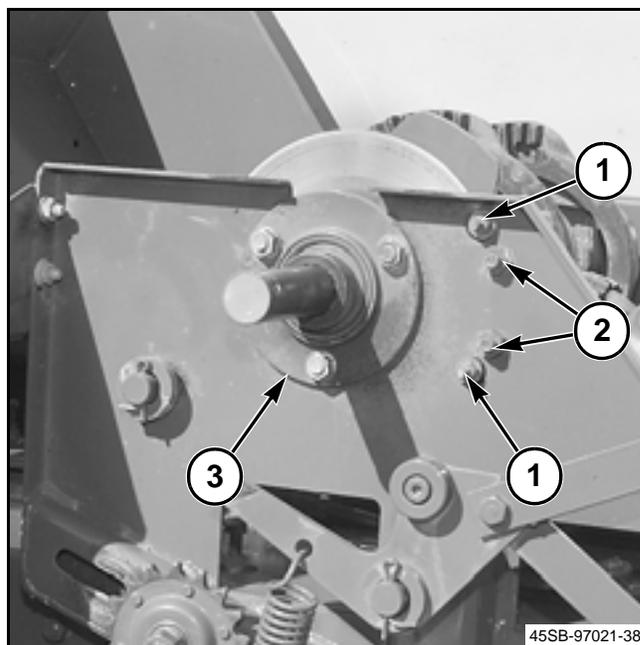

FIG. 51
FIG. 51: Quite las tuercas de traba de los pernos de tensión (1) del freno del anudador. Quite las arandelas planas, resortes y pernos del conjunto de freno del anudador. Quite la tuerca exterior de los pernos de montaje (2) que sujetan las placas del conjunto de freno al bastidor del anudador. Quite las placas del conjunto de freno y pernos de montaje del bastidor del anudador.